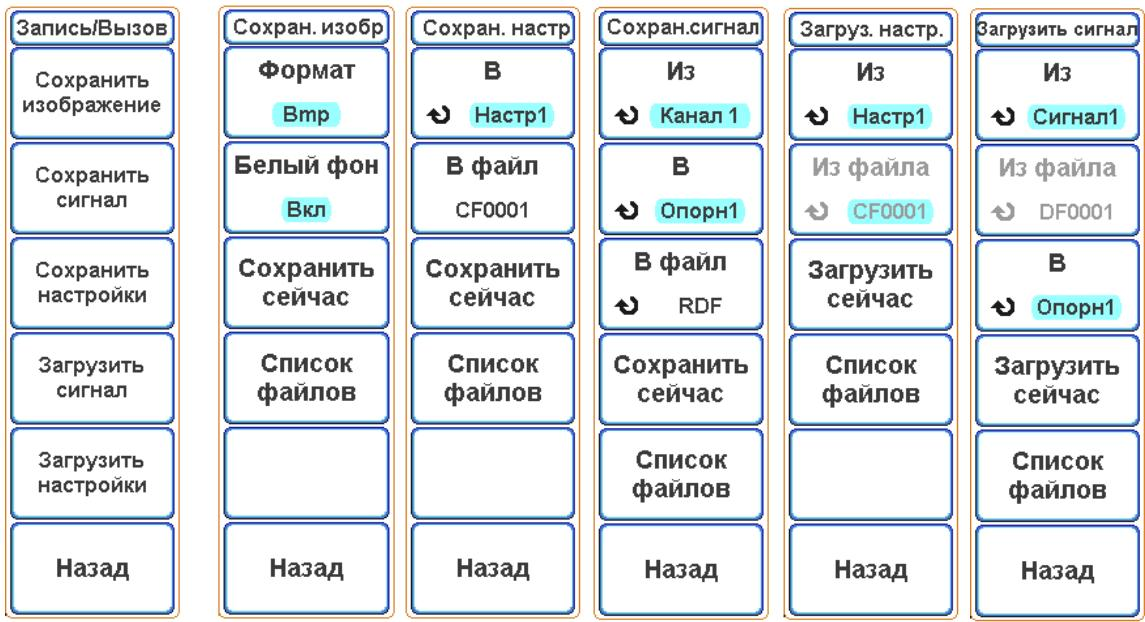

Рисунок 6.30 – Экранное меню: а) «Запись/Вызов»;
- в меню «Запись/Вызов» (рисунок 6.30, а) нажать экранную кнопку «Сохранить изображение». При этом откроется подменю «Сохранить изображение» (рисунок 6.30, б);
- в меню «Запись/Вызов» (рисунок 6.31, а) нажать экранную кнопку «Сохранить настройки». При этом откроется подменю «Сохранить настройки» (рисунок 6.30, в);
- в меню «Запись/Вызов» (рисунок 6.30, а) нажать экранную кнопку «Сохранить сигнал». При этом откроется подменю «Сохранить сигнал» (рисунок 6.30, г);
- в меню «Запись/Вызов» (рисунок 6.30, а) нажать экранную кнопку «Загрузить настройки». При этом откроется подменю «Загрузить настройки» (рисунок 6.30, д);
- в меню «Запись/Вызов» (рисунок 6.30, а) нажать экранную кнопку «Загрузить сигнал». При этом откроется подменю «Загрузить сигнал» (рисунок 6.30, е);